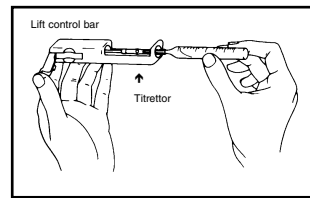

Figure 3
11. Lift the control bar and insert the Titret assembly into the body of the Titrettor (fig 3).